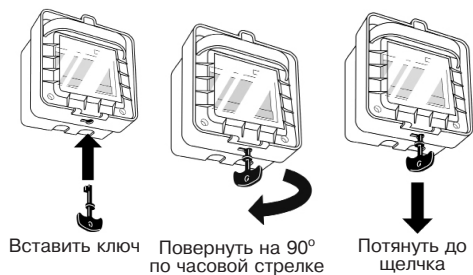

Рисунок 4
- приводной элемент возвращен в исходное состояние с помощью ключа, входящего в комплект поставки (рис. 4);